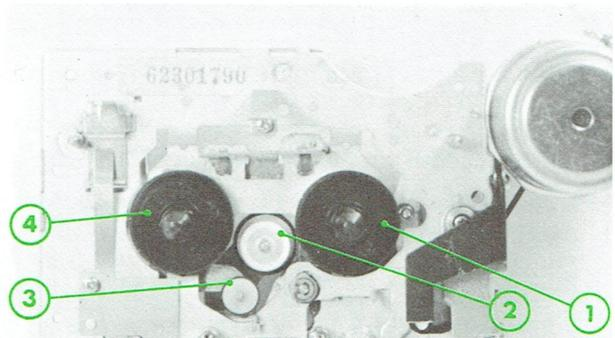

Fig. 12
– Si la valeur mesurée est inférieure à 50 g. cm, nettoyer à l'alcool les surfaces de friction du porte-bobine (1) et de la poulie (2). Les remplacer le cas échéant (Fig. 12).
– Si la valeur mesurée est inférieure à 50 g. cm, nettoyer à l'alcool les surfaces de friction du porte-bobine (4) et des poulies (2) et (3). Les remplacer le cas échéant (Fig. 12).